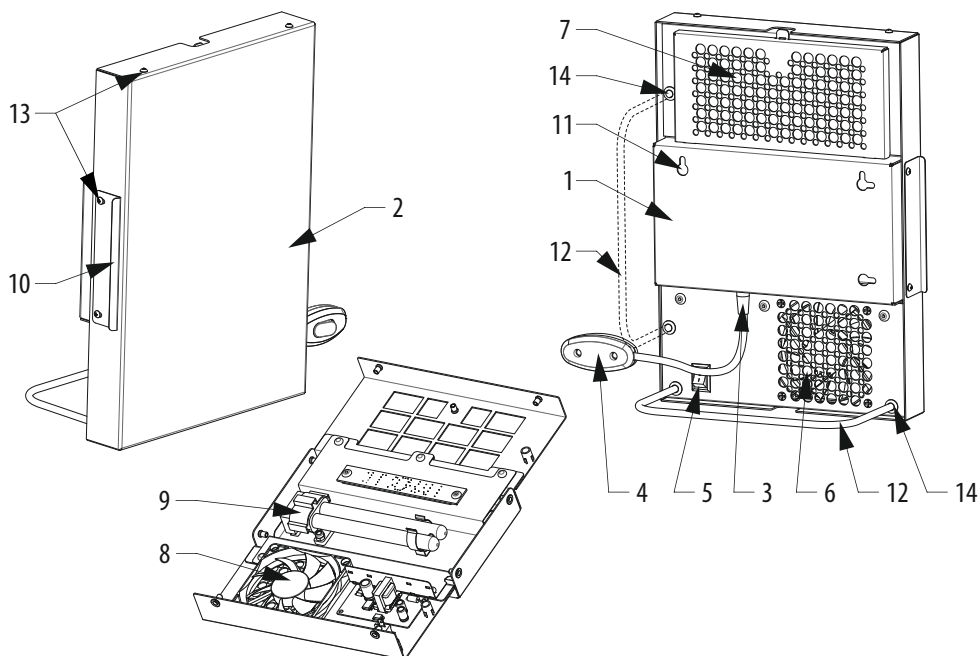

Рисунок 1. Общая конструкция рециркулятора ОВУ-01-Ф«Забота»
- 6.4. Для установки рециркулятора на любых ровных горизонтальных устойчивых поверхностях (пол, тумбочки, столы, полки и т.п.) вставьте опору (12) в специальные втулки на корпусе (14) (см. рис. 1).
6.5.1. Измерьте межцентровое расстояние между проушинами (11) (см. рис. 1). С помощью уровня и линейки (рулетки) разметьте на стене отверстия для монтажа. Выберите крепёж в соответствии с материалом стен: шурупы для деревянных стен или стен из древесных материалов; дюбеля с шурупами для бетонных, кирпичных или газосиликатных стен; специальный крепёж для стен из ГКЛ.